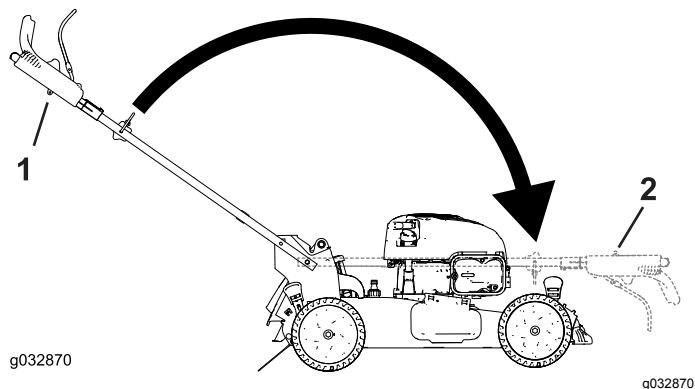

Figure 23
3. Repliez le guidon en le faisant pivoter en avant (Figure 23).